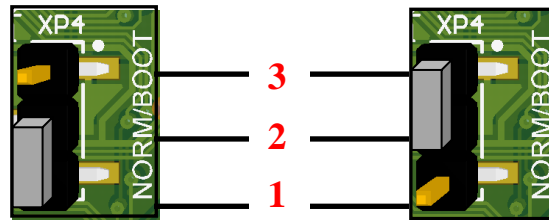

Рисунок 45. Разъем **XP4**: а) джампер в положении **NORM** (замкнуты контакты **1** и **2**); б) джампер разъема в положении **BOOT** (замкнуты контакты **2** и **3**)
3. **В течение 30 секунд установить джампер разъема XP4 в положение BOOT** (рисунок 45). В противном случае ККТ выключится.
2. В случае если память ККТ очищена полностью (выполнено только первичное программирование загрузчика согласно описанию раздела «Программирование загрузчика ККТ»), то при включении ККТ сразу перейдет в режим программирования (на дисплее отобразится **boot** и изделие издаст звуковой сигнал – короткую мелодию). Далее переставить джампер разъема **XP4** в положение **BOOT** (рисунок 45) и перейти к пункту 3.
- 2.2. В течение **30 секунд установить джампер разъема XP4 в положение BOOT** (рисунок 45), в противном случае ККТ выключится.